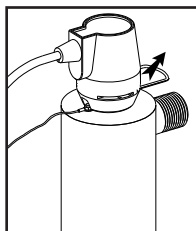
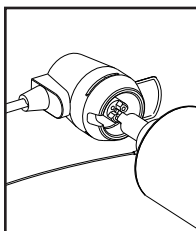
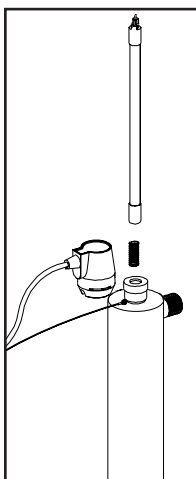

FIGURE 2A
FIGURE 2B
FIGURE 2C
2. Interrompre l'alimentation électrique et laisser le processus de mise hors-tension s'exécuter pendant 30 secondes. Enlever le connecteur en retirant la bague métallique de retenue (Figure 2A) du corps du connecteur. Enlever le connecteur et retirer la lampe de la chambre du réacteur. Lorsque la lampe devient visible, séparer la lampe du connecteur (Figure 2B). Il suffit de séparer les deux composants – ne pas effectuer un mouvement de torsion entre la lampe et le connecteur. Éviter de toucher la surface de verre de la lampe. Il est acceptable de manipuler la lampe par les extrémités de céramique; cependant, s'il est nécessaire de toucher le tube de verre, porter des gants ou utiliser un linge doux. Retirer complètement la lampe de la chambre du réacteur; en veillant à ne pas incliner la lampe par rapport au réacteur; si la lampe est inclinée, une pression est exercée à l'intérieur du manchon de quartz, et ceci provoquera le bris du manchon.
3. Pour l'installation d'une lampe neuve, retirer d'abord la lampe de son emballage de protection; veiller encore à ne pas toucher la surface de verre de la lampe. Insérer délicatement la lampe dans le réacteur (à l'intérieur de la gaine de quartz – Figure 2C). Insérer complètement la lampe dans le réacteur, mais laisser la lampe dépasser de deux pouces hors de la chambre du réacteur. Ensuite, brancher le connecteur à la lampe UV. Le connecteur comporte un repère de positionnement qui empêche un branchement incorrect (Figure 2B). S'assurer que le connecteur soit parfaitement enfoncé sur la lampe UV (Figure 2D).